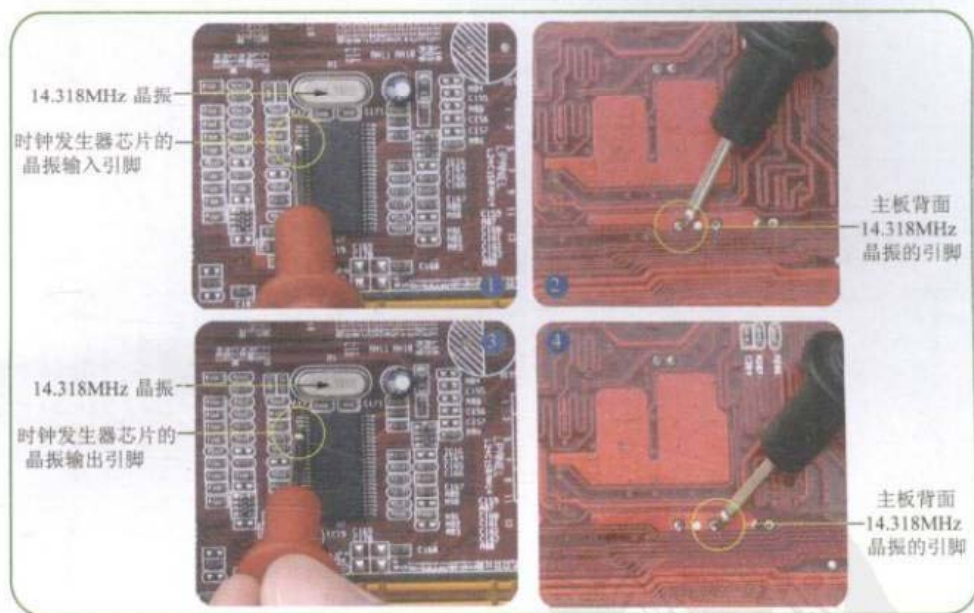

图9-13 测量时钟发生器芯片到晶振的线路
**Step 01** 首先将万用表调到“蜂鸣”挡，然后分别测量晶振的两个引脚到时钟发生器芯片的晶振输入引脚和输出引脚的电路，如图9-13所示。